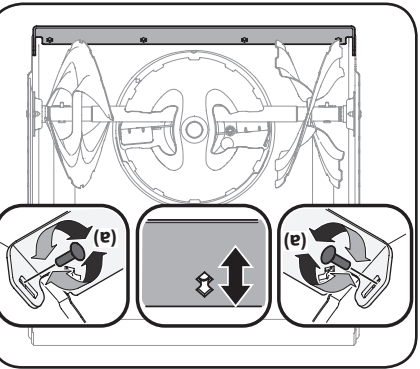

Figure 4-3
NOTE: La lame de raclage installée sur certains modèles (représentée sur la Figure 4-3) ont un bord d'usure qui peut être ajustée vers le devant pour prolonger sa durée de vie. Lorsque la lame de raclage s'use, elle peut être déplacé dans une deuxième position.
3. Desserrez les boulons arrière des patins et ce, retirez les boulons de carrosserie et les écrous des deux côtés de la souffluse à neige et le hex qui fixent la lame de raclage au boîtier de la tarière. Voir Figure 4-3.
4. Glissez la lame de raclage vers le bas à la deuxième position. Insérez et serrez bien les boulons. Voir Figure 4-3.